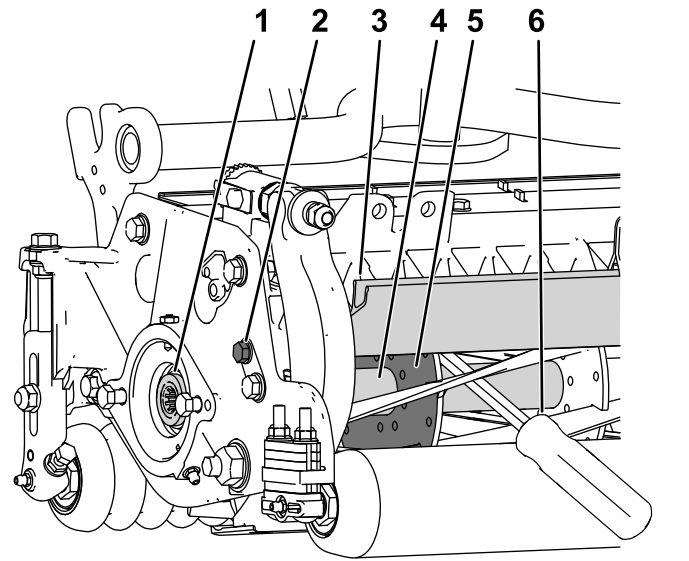

Figura 28
1. Desaperte o parafuso do resguardo no lado esquerdo da unidade de corte e eleve o resguardo traseiro (Figura 28).
2. Insira um pé de cabra de cabo longo (recomendado  $\frac{3}{8}$  pol. x 12 pol. com pega de chave de parafusos) através da traseira do cilindro de corte, o mais próximo do lado da unidade de corte que irá apertar (Figura 28).
3. Coloque o pé de cabra contra o lado soldado da placa de suporte do cilindro (Figura 28).